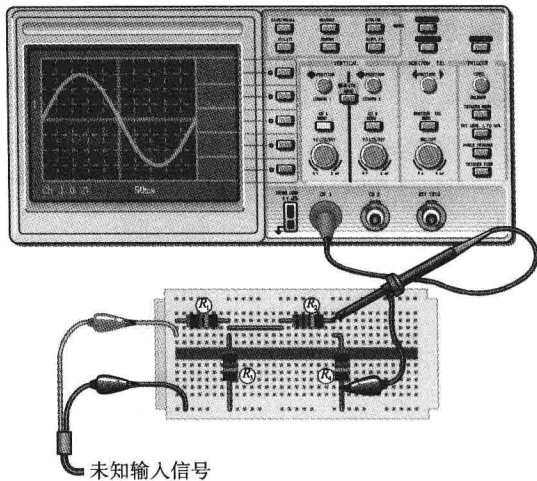

图 8-87
55. 检查图 8-87 所示电路板和示波器，确定未知输入信号的峰值和频率。其中，电阻 R_1 、 R_3 、 R_4 的色环颜色分别为：棕、黑、红、金；电阻 R_2 的色环颜色分别为红、红、红、金。